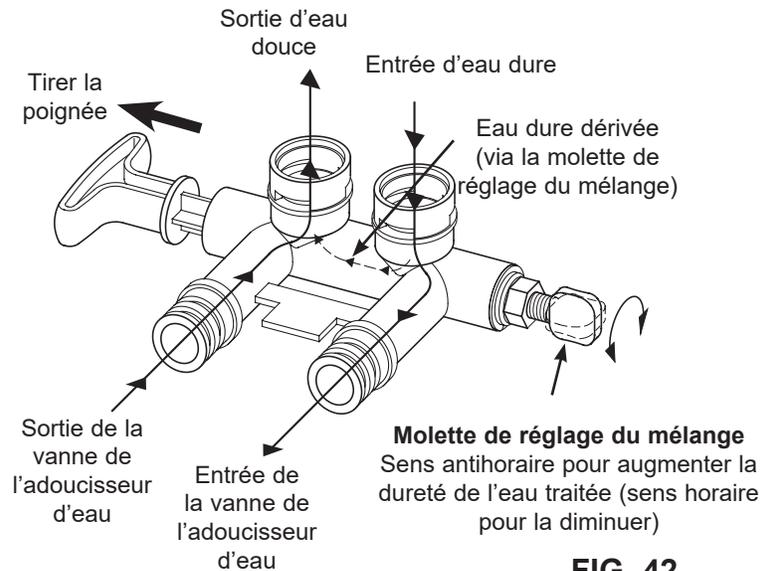

FIG. 42
Le by-pass avec vis de cépage intégrée fonctionne comme une vanne de dérivation du type pousser-tirer, mais il est également capable d'effectuer un réglage fin de la dureté de l'eau adoucie. Si vous souhaitez que l'eau adoucie soit légèrement plus dure qu'elle ne l'est normalement à la sortie de l'appareil, ce by-pass avec vis de cépage intégrée peut dériver un peu d'eau dure avant qu'elle n'entre dans l'appareil et la mélanger à l'eau adoucie qui en sort. La quantité d'eau dérivée est réglée par une molette de réglage du mélange située à l'extrémité de la tige du by-pass (voir la figure 42).
1. Lorsque le by-pass est en position de service (fonctionnement normal de l'adoucisseur d'eau), la poignée tirée à fond (voir la figure 42), **augmentez la dureté** de l'eau traitée en faisant tourner la molette de réglage du mélange **en sens antihoraire** - maximum 6 tours à partir de la position complètement fermée. Tout en réglant la molette, tenez bien la poignée du by-pass pour éviter que la tige ne tourne.